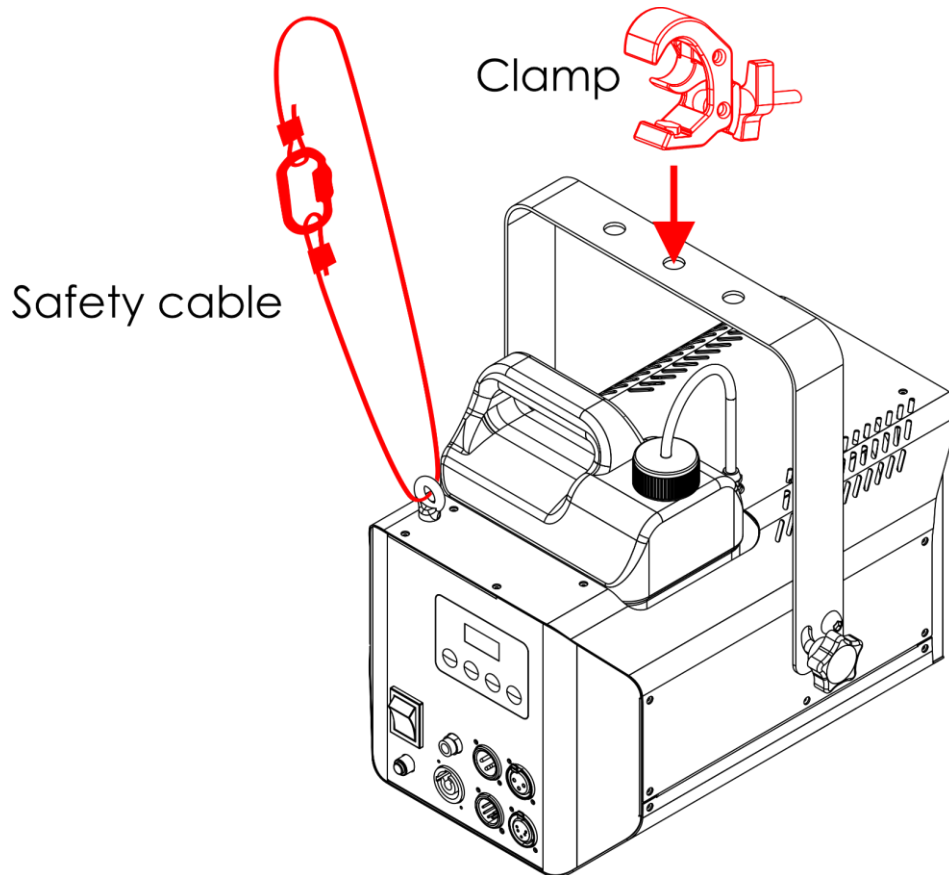

Fig. 05
- 01) Utilisez une pince de fixation pour attacher l'appareil à la structure porteuse, comme indiqué sur la Fig. 05. Assurez-vous que l'appareil est immobilisé.
- 02) Attachez l'appareil à l'aide d'une suspension secondaire, un câble de sécurité, par exemple. Assurez-vous que la suspension secondaire est capable de supporter 10 fois le poids de l'appareil. Si possible, la suspension secondaire doit être fixée à une structure porteuse indépendante de celle de la suspension primaire. Faites passer le câble de sécurité dans l'**anneau de sécurité (15)**, comme indiqué sur la Fig. 05.